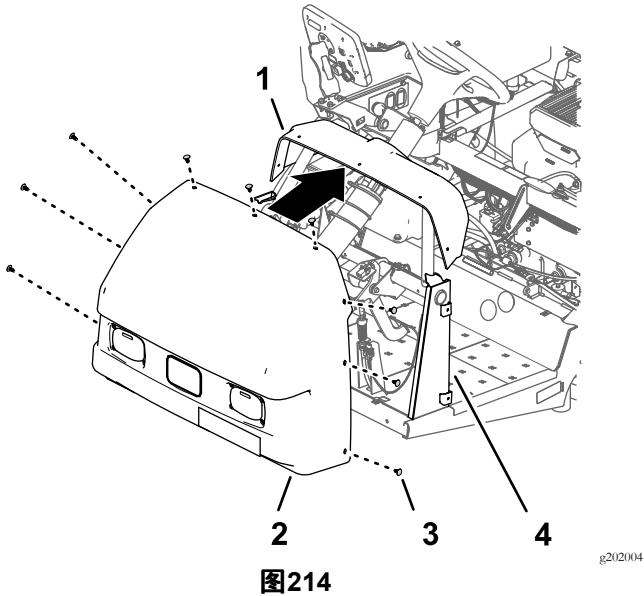

图214
1. 将机罩中的机罩孔与仪表板和机器机架中的孔对齐 图214。
2. 用9个压入式紧固件将机罩固定到仪表板和机架上 图214。